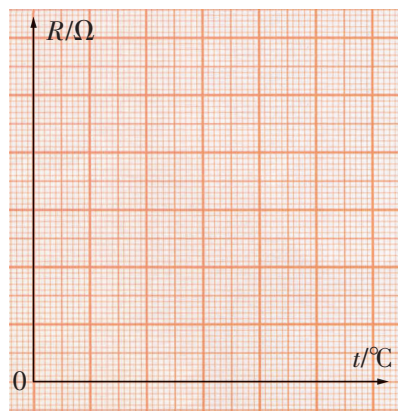

图 3-2-2
1. 根据表 3-2-1 的实验数据，在图 3-2-2 中作出  $R-t$  图象。